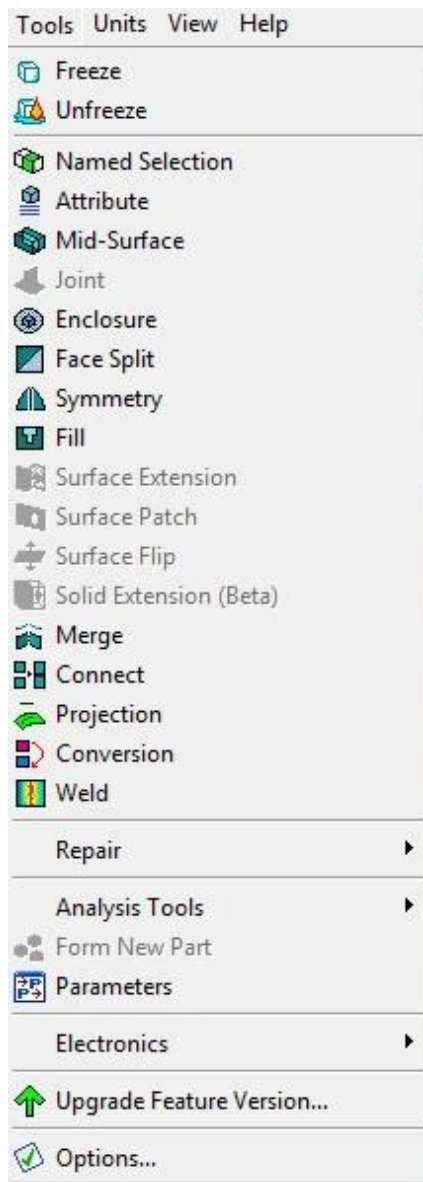

Рис. 5. Панель *Tools*
- **Tools** – функціонал для роботи з 3D-моделями, а також засоби доопрацювання моделі і проведення автоматизованого аналізу дефектів геометрії (рис. 5).